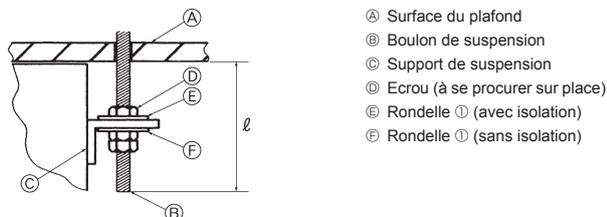

Fig. 3-5
- Ⓔ Rondelle ① (avec isolation)
- Ⓕ Rondelle ① (sans isolation)
4) Préparation de l'appareil intérieur (Fig. 3-5)